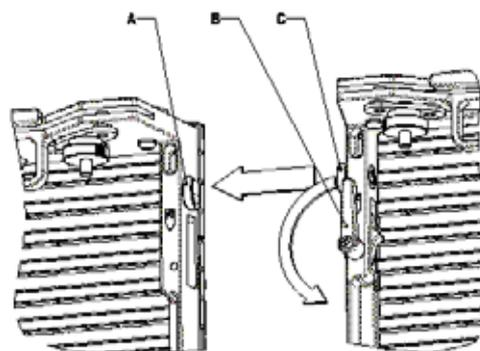

Figure 13: Couplage latéral dans un mur de panneaux plan
2. Voir Figure 13. Lorsque deux panneaux sont côte à côte, tournez les deux poignées de verrouillage latéral B de façon à engager les crochets de verrouillage latéral C dans leurs logements et bloquez les panneaux ensemble.
8. Réinstallez les cônes d'alignement (voir Figure 13) sur les côtés des panneaux et des Blocs de Tête avant de remonter les panneaux en configuration plane.